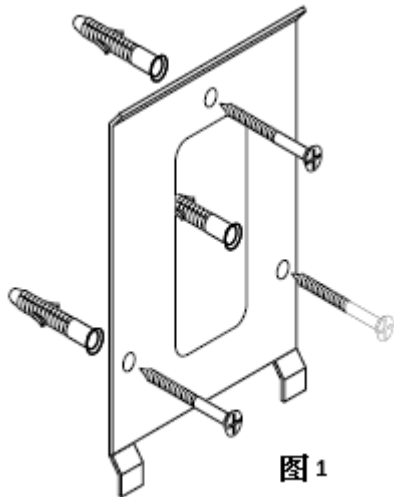

图 1
-为了固定衬板，先钻 3 个螺钉孔，然后在孔中打入涨塞（图 1）；